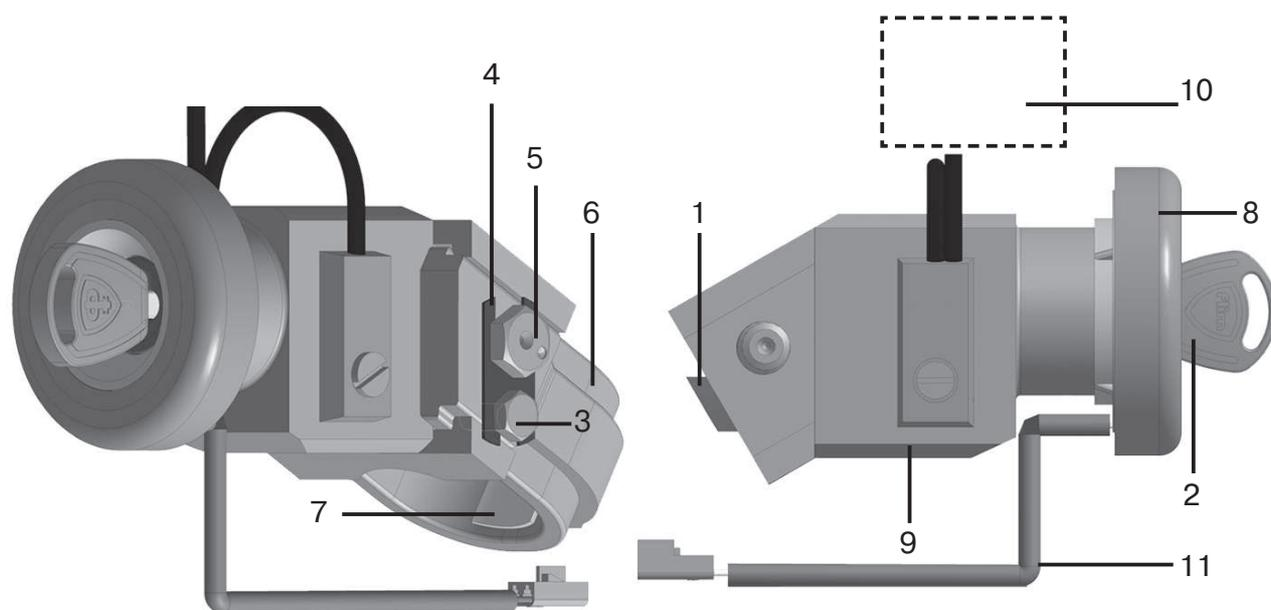

рис. 5 Схема механической части замка
5.3. Отведите ригель механического замка (рис. 5, поз. 1) в крайнее положение. Для этого поверните ключ в положение «SET» (ключ остается в замке), как указано в пункте 4.4. Положение ключа в режиме «SET» используется как при монтаже, так и при демонтаже механического замка.
5.4. Отверните болт М5 (рис. 5, поз. 3) и снимите планку оси эксцентриковой (рис. 5, поз. 4). Выньте ось эксцентриковую (рис. 5, поз. 5) и разъедините хомут (рис. 5, поз. 6) от корпуса механического замка (рис.5 поз 9).
5.6. В совмещенные отверстия установите ось эксцентриковую, затем с помощью ключа «S14» поверните по часовой стрелке шестигранную головку на оси эксцентриковой с усилием не более 4,5 кгс·м, обеспечив плотное прилегание корпуса механического замка, к кожуху вала рулевого управления. При наличии зазоров, невыбираемых осью эксцентриковой, используйте прокладки-компенсаторы со скотчем (рис. 5, поз. 7) для устранения зазора, прикрепив их (одну или две) на предварительно снятый хомут. При достижении жесткой фиксации механического замка на кожухе вала рулевого управления, установите планку оси эксцентриковой (рис. 5, поз. 4), закрепив болтом М5 (рис. 5, поз. 3), и отогнув лепестки на планке, зафиксируйте ось эксцентриковую и болт М5 от поворота (фото 2).
6.4. После проведения проверки работоспособности электромеханического замка зажигания на автомобиле, установите пластмассовый кожух рулевой колонки, оденьте декоративную насадку с катушкой связи на замок (рис.5 поз.11) и окончательно отрегулируйте пластмассовый кожух рулевой колонки относительно декоративной насадки.